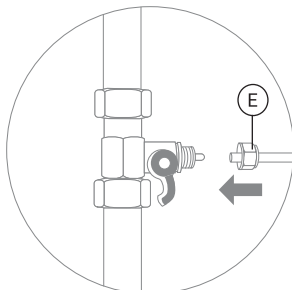
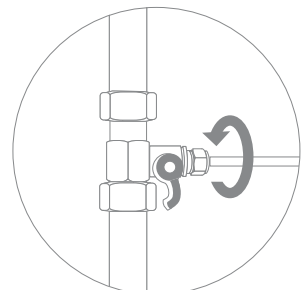

Рис. 4
Рис. 5
2. В гайку (Е) проденьте зеленую трубку из комплекта поставки (рис. 4). Конец трубки наденьте на штуцер адаптер-вентили до упора и плотно накрутите гайку (рис. 5).